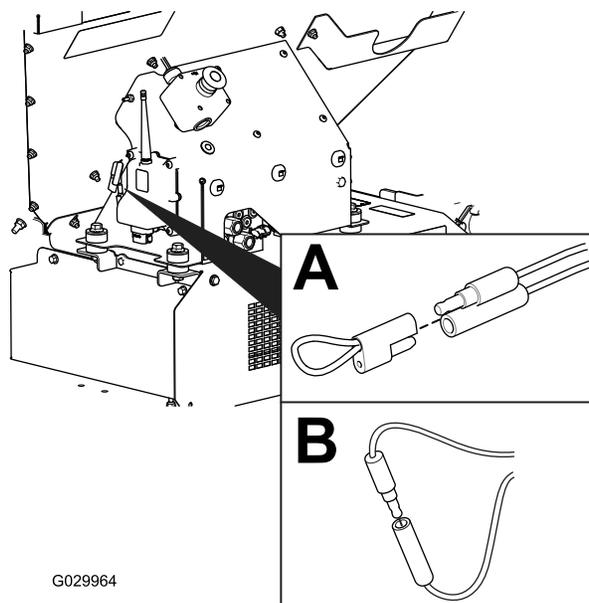

Figure 59
2. Enlevez le bouchon captif sur les deux prises shunt de diagnostic (Figure 59, A).
3. Branchez ensemble les prises shunt de diagnostic (Figure 59, B).
2. Débranchez les prises shunt de diagnostic (Figure 59, B).
3. Poussez le bouchon captif sur les deux prises shunt de diagnostic (Figure 59, A).